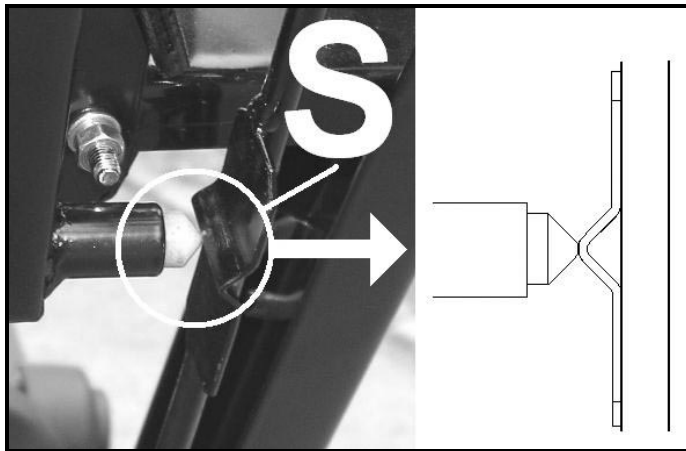

Abb. 3a
9. Kontrollieren, ob der Schalter für Neutralstellung **(Abb. 3a – Pos. S)** auch in der Neutralstellung eingeschaltet ist! Etwaige Nachstellung kann durch Längenänderung der Betätigungszugstange des Fahrwerkes **(f)** vorgenommen werden. Der Schalterdruck kann durch Stellungsänderung der Unterlegscheiben am oberen Rand der Betätigungszugstange des Fahrwerkes **(f)** nachgestellt werden. Nach endgültigen Nachstellung beide Splinte an Zugstangenenden sichern.